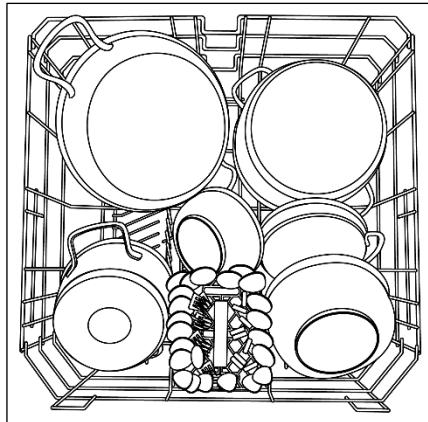

Fig. 4
- **AQUASTOP (fig. 4):**
O încarcare zilnică standard este prezentată în fig. 4.